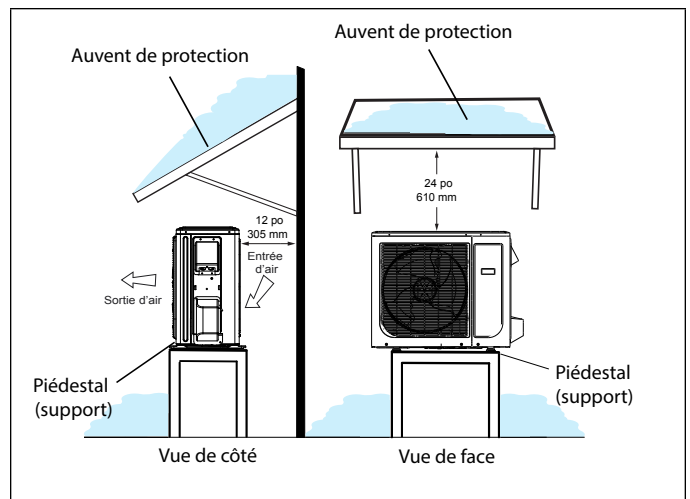

Figure 24. Unité extérieure sur piédestal et sous auvent de protection
- Si l'unité extérieure peut être exposée de manière prolongée aux rayons directs du soleil et atteindre des températures dépassant 100 °F (38 °C), il est recommandé de construire un auvent comme illustré à la « Figure 24. Unité extérieure sur piédestal et sous auvent de protection » ou à la « Figure 29. Abri de style niche à chien » à la page 18.
- Installer l'unité à l'écart des porte-à-faux des toits pour empêcher l'eau ou la glace de tomber sur ou devant l'échangeur ou l'unité. Construire un auvent comme illustré à la « Figure 24. Unité extérieure sur piédestal et sous auvent de protection ».